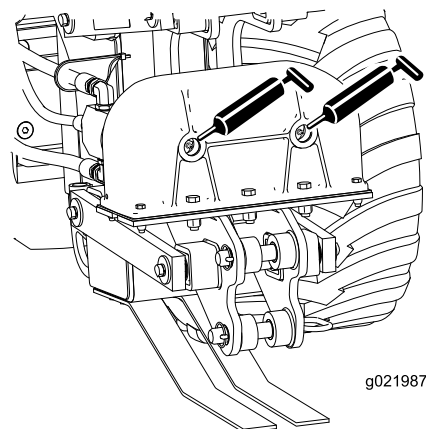
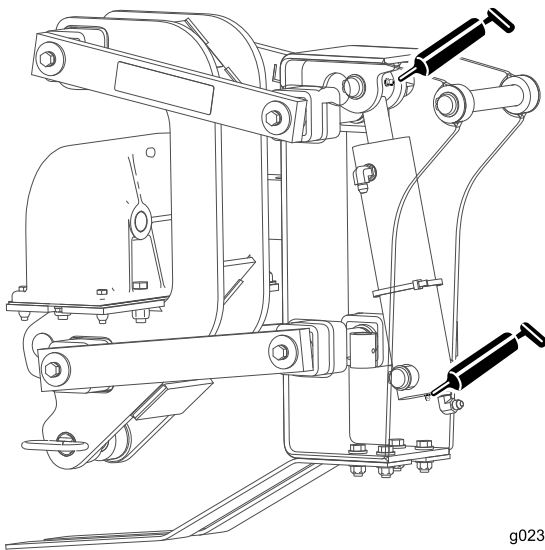
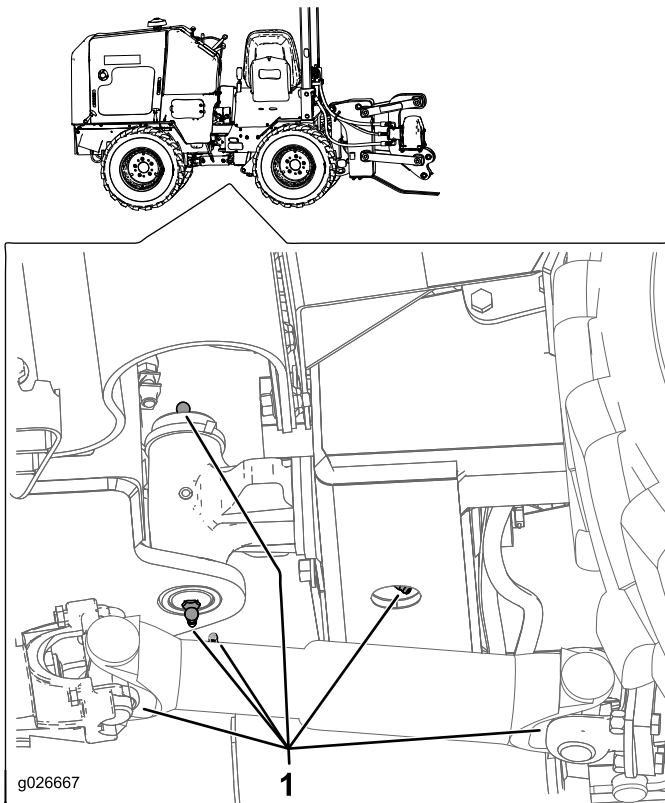

Figure 24
Figure 25
Figure 26
2. Raccordez une pompe à graisse à chaque graisseur (Figure 24, Figure 25 et Figure 26).